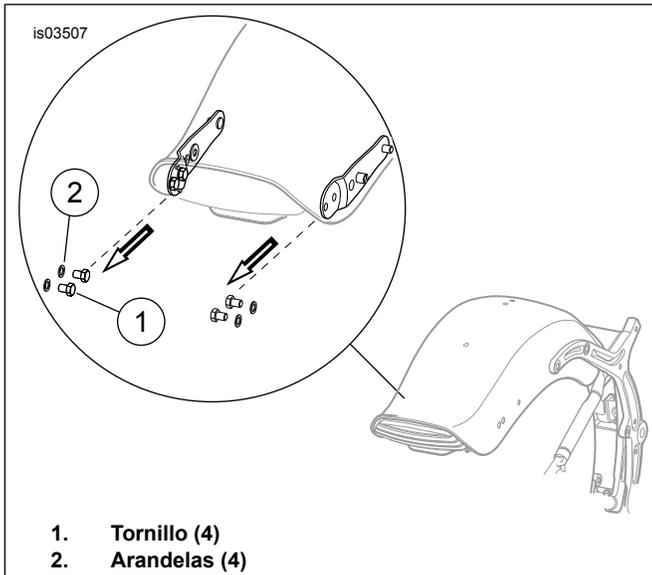

Figura 2. Extracción del tornillo y la arandela
2. Vea la Figura 2. Quite todos los cuatro tornillos (1) y las arandelas (2) como se muestra. Guarde las piezas para cuando vuelva a armar.